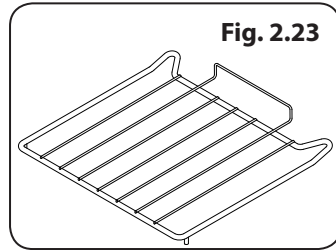

Fig. 2.23
- Trois grilles moitié du four (Fig. 2.23)